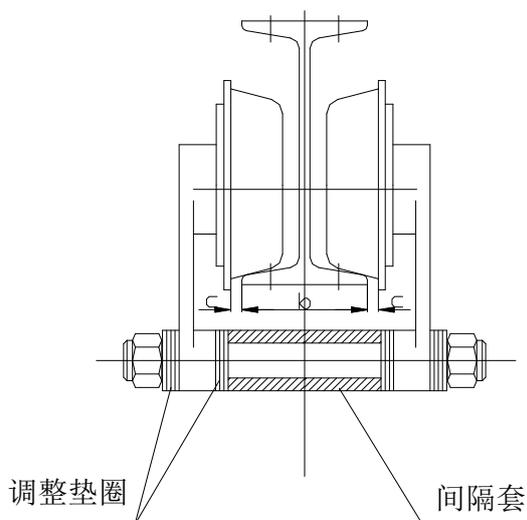

图3
2、LX 型电动单梁悬挂起重机安装到轨道上时，要注意保证车轮轮缘与工字钢翼缘边缘之间每边要有 C=3—5mm 的间隙，此间隙靠调整垫圈进行调整。详见图 3 及表 3。